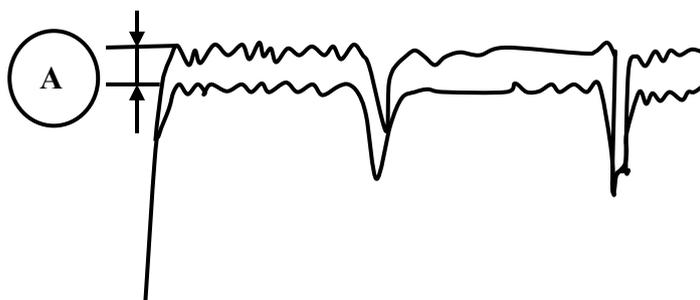

Рис. 34. Осциллограмма сигнала при настройке схемы опознавания PAL
3. Вращением сердечника контура L954 добиться минимального расстояния А, как это показано на рис. 34.